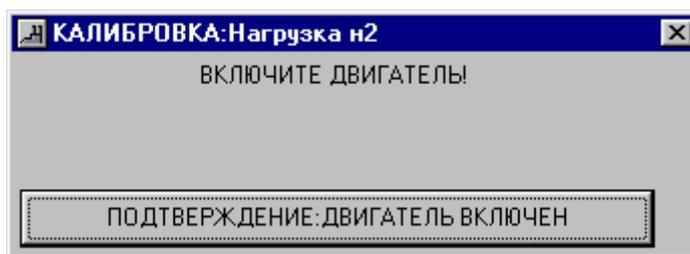

Рисунок 6.3 – Запрос на включение двигателя
5. По истечению некоторого промежутка времени на экране появится запрос на включение двигателя (рис. 6.3). Включить двигатель, подтвердить